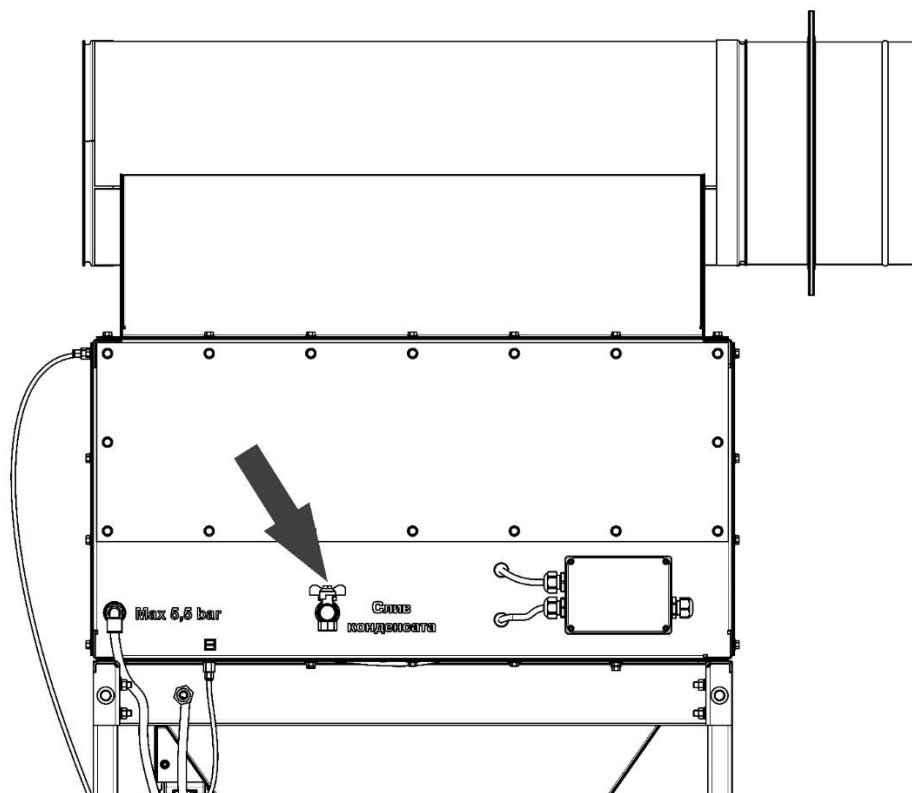

Рисунок 17
- 2) повернуть ручку крана слива конденсата нижнего модуля, произойдёт сброс воздуха всей системы фильтра (рисунок 17);